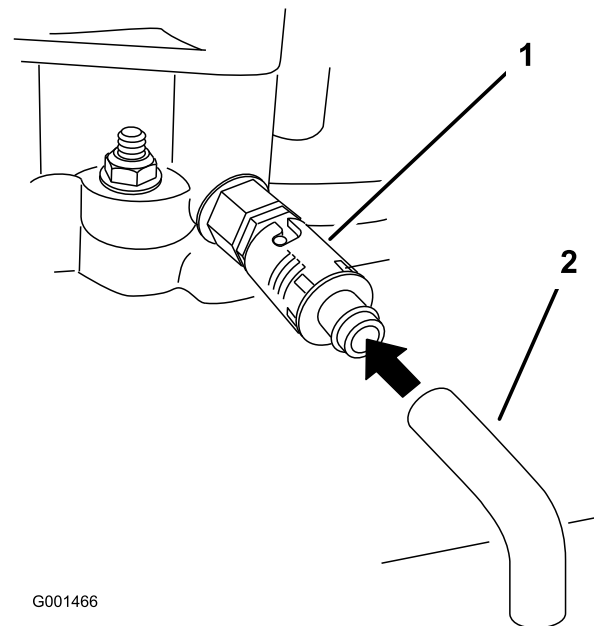

Figure 28
6. Placez un bac sous le flexible de vidange. Tournez le robinet de vidange d'huile pour permettre à l'huile de s'écouler (Figure 28).
8. Enlevez le flexible de vidange (Figure 28).